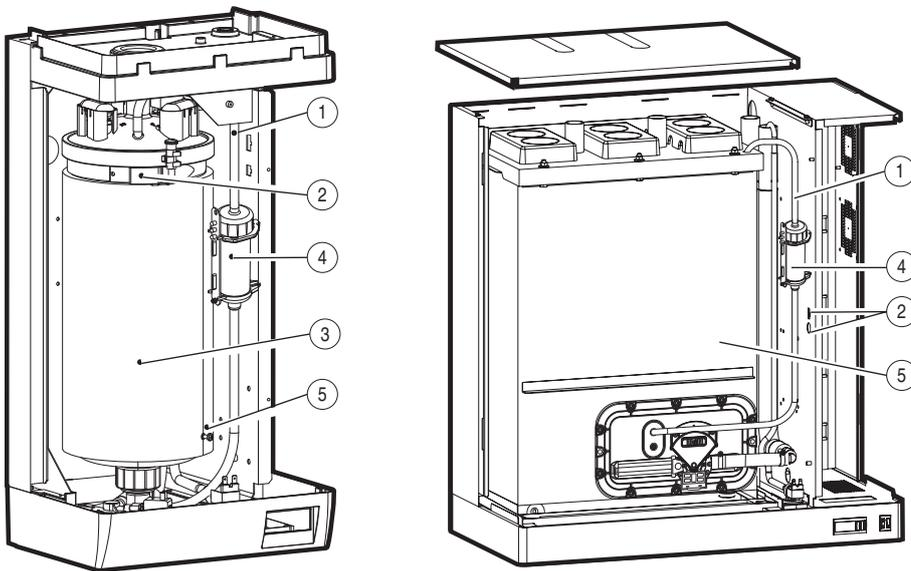

Fig. 1.a
- L'umidificatore si presenta come in Fig. 1.a.